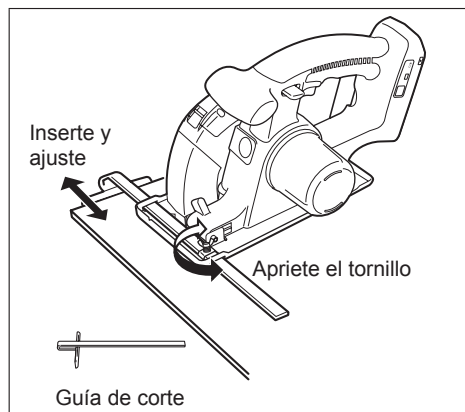

Fig. 10
- Inserte la guía de corte al hilo y ajuste el ancho de corte. (Consulte la Fig. 10.)